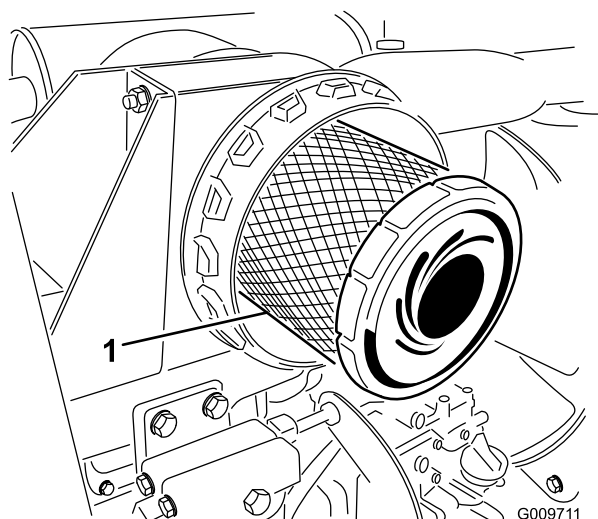

Figure 28
3. Déposez et remplacez le préfiltre (Figure 28).